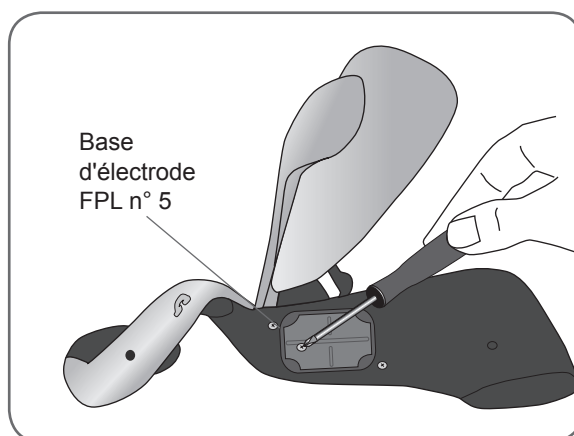

Figure 6-14 : Retrait de la vis de la base d'électrode n° 5 FPL.
3. Retirez la vis de la base d'électrode n° 5 FPL de l'orthèse. Ne retirez pas la base d'électrode. Reportez-vous à la Figure 6-14.